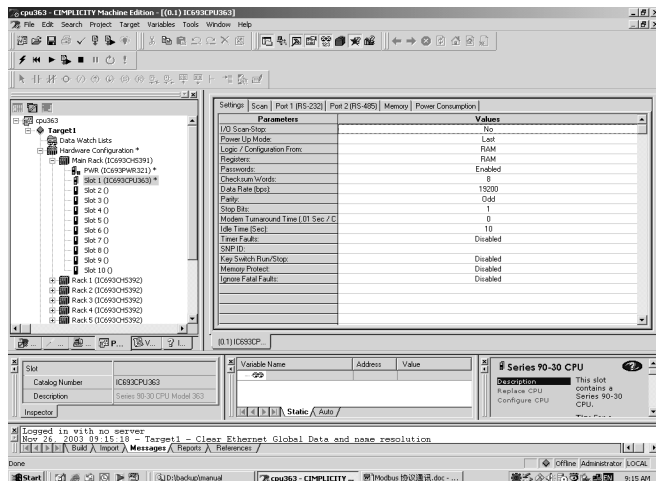

图 24
5. 选择 IC693CPU363，然后出现图 24 画面。